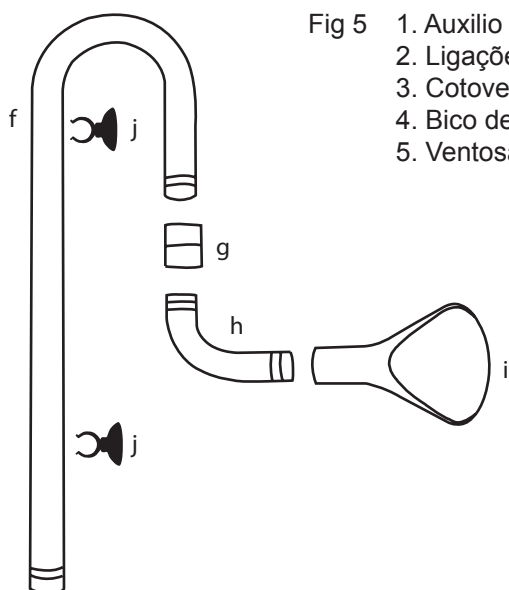

Fig 5 1. Auxílio de movimento (f)
16. Opção de Saída 2 é o Bico de Pato. Pode ser instalada em qualquer local ao longo da parede traseira ou lateral do aquário. Veja a Fig. 5 para instruções de montagem da saída bico de pato.